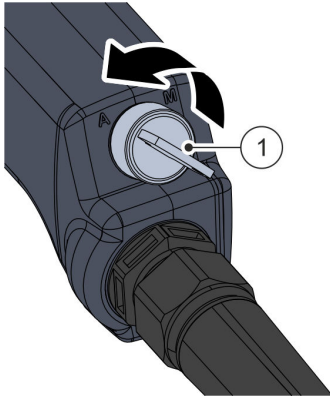

Abb. 67 Betriebsart Automatik einschalten
01. Betriebsartenwahlschalter Abb. 67/① am Handcontroller in die Position "A" drehen.